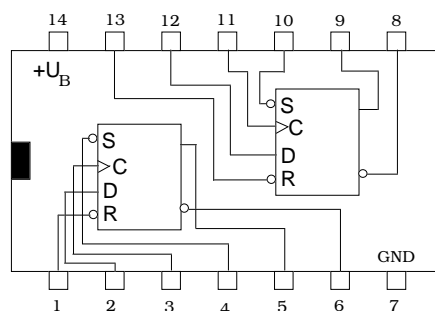

Bild 7.3 - IC SN 74LS74
- zu 3. - Aus nachfolgenden Bild 7.3 ersehen Sie die symbolische Innenbeschaltung des IC '74 (Doppel D - Flip-Flop). Nehmen Sie die Wahrheitstabelle des Schaltkreis '74 auf. Nutzen Sie dazu eines der beiden vorhandenen Gatter. Als Betriebsspannung wählen Sie 5V DC. Die Eingänge R und S schalten Sie auf logisch *high*.